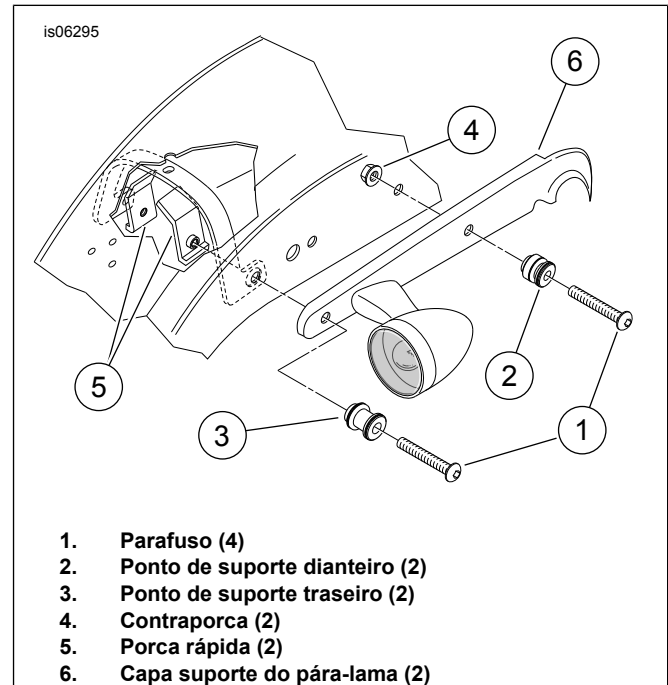
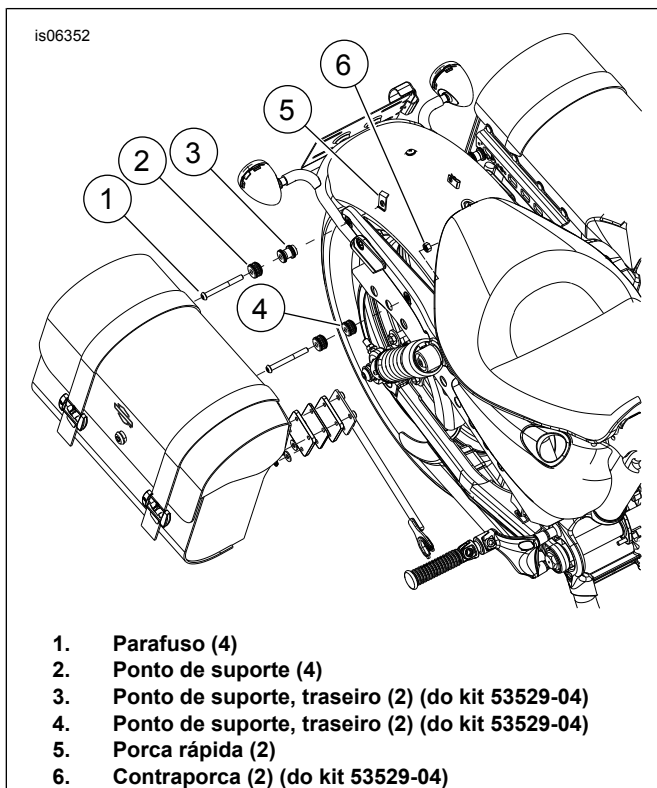
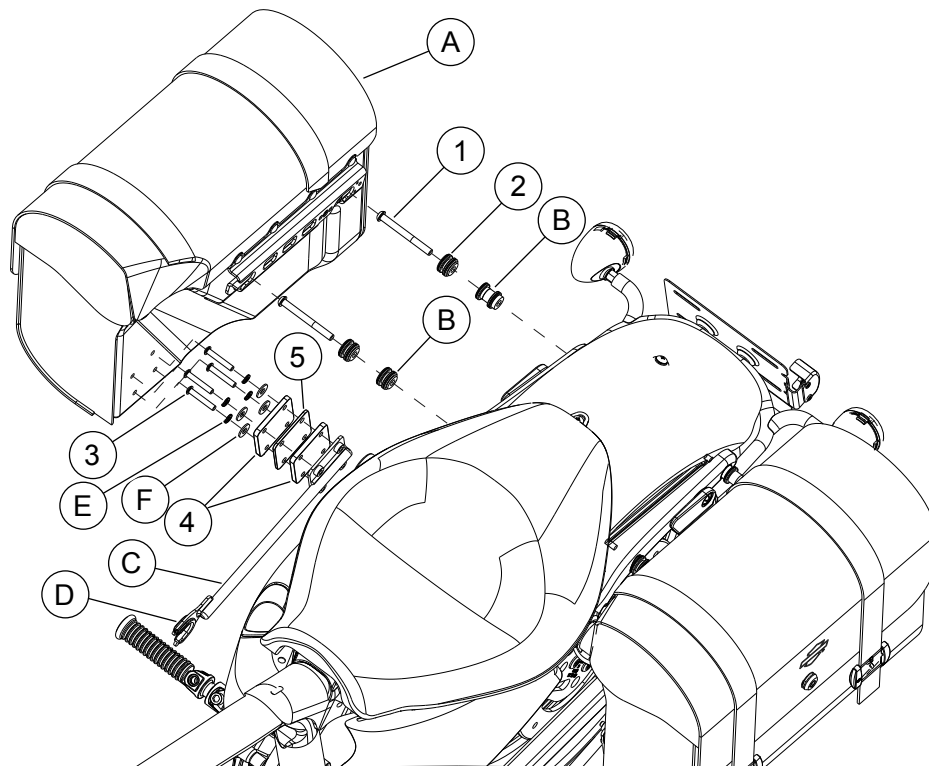

Figura 1. Suporte do pára-lama traseiro
Figura 2. Empilhamento das ferragens do ponto de suporte
Figura 3. Peças de reposição: Ferragens de fixação
Veja Figura 3 e Tabela 1.
1. Veja Figura 1. Remova o parafuso (1) e a contraporca (4) dianteiros da tampa do suporte do pára-lama traseiro (6). Descarte o parafuso. Descarte a contraporca original se os pontos de suporte não foram instalados anteriormente. Guarde o ponto de suporte dianteiro (2) e a contraporca (4) se os pontos de suporte foram instalados anteriormente.
2. Remova o parafuso traseiro (1) e a porca rápida (5) da tampa do suporte traseiro do pára-lama anotando a orientação da porca rápida na parte interna dos suportes do pára-lama. Descarte o parafuso, mas guarde a porca rápida. Guarde o ponto de suporte traseiro (3) caso tenha sido instalado anteriormente.
3. Remova e reposicione os piscas traseiros nas tampas do suporte traseiro do pára-lama (6) de acordo com as instruções fornecidas no Manual de serviço e no kit de reposicionamento.
4. Veja Figura 3. Se os braços de apoio já estiverem montados nos alforjes, remova os parafusos, as arruelas lisas e de pressão e os braços de apoio dos alforjes. Guarde os braços de apoio e as arruelas. Descarte os parafusos.
1. Veja Figura 2. Pegue um ponto de suporte (2) e um parafuso (1) do kit, o ponto de suporte dianteiro (4) e a contraporca (6) removidos anteriormente. Observe o anel com diâmetro pequeno em uma das extremidades dos ambos pontos de suporte.
4. Pegue um ponto de suporte (2) e um parafuso (1) do kit, e o ponto de suporte traseiro (3) e a porca rápida (5) removidos anteriormente. Observe o anel com diâmetro pequeno em uma das extremidades de ambos os pontos de suporte.
8. Veja Figura 3. Pegue quatro parafusos (3), dois espaçadores (4), (6,3 mm [1/4 pol.] de espessura) e um espaçador (5), (3,2 mm [1/8 pol.] de espessura) do kit, e o braço de apoio (C), as quatro arruelas de pressão (E) e as quatro arruelas lisas (F) removidos anteriormente.